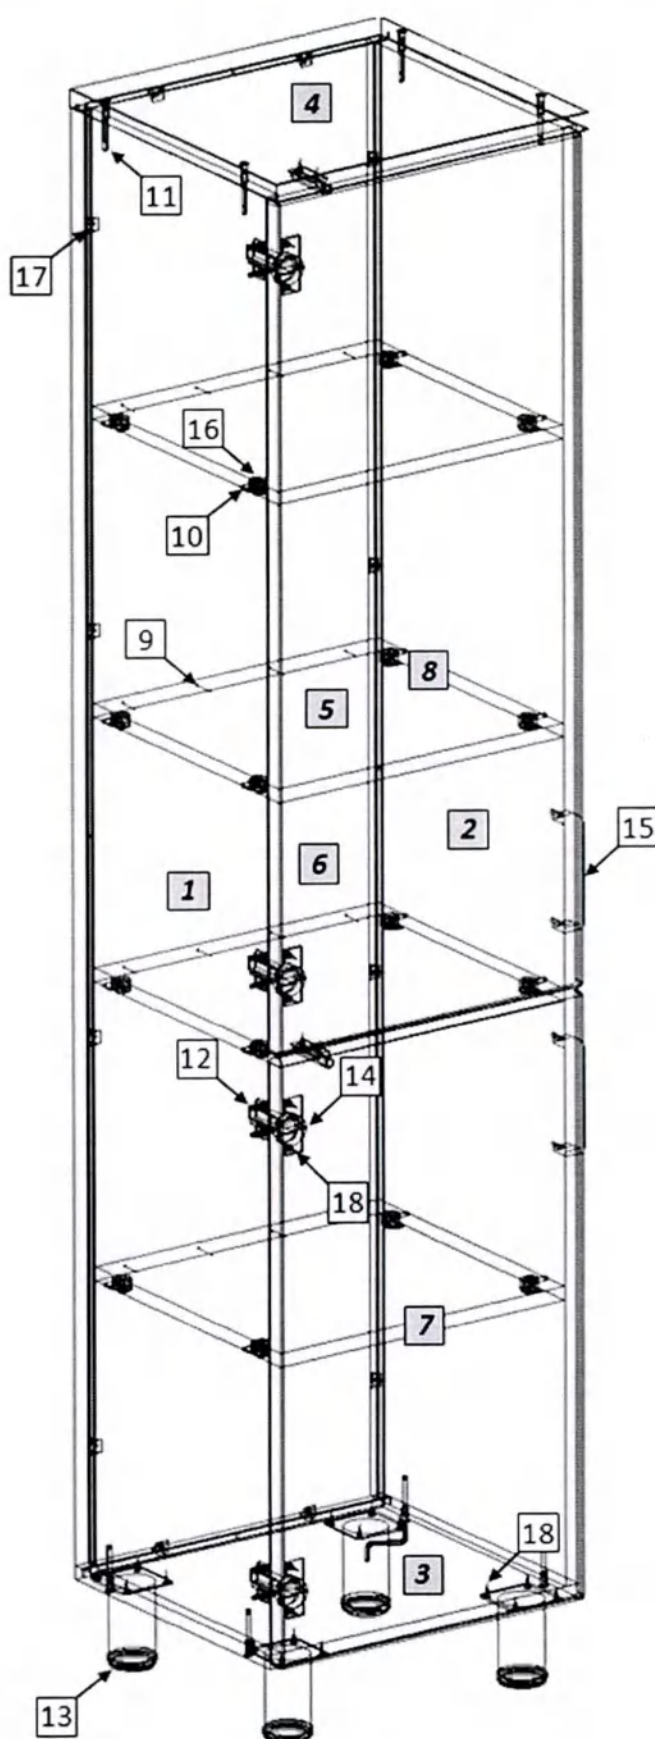

Рис. 1
1. Внимательно ознакомьтесь со схемой сборки, изображенной на рис. 1, сверяясь со спецификацией на изделие. Согласно схеме и спецификации определите расположение деталей в изделии и порядок их сборки. Сборка производится на ровном полу, укрытом материалом, предотвращающим повреждение покрытия пола и деталей мебели. Подготовьте необходимые для сборки инструменты – плоскую и крестовую отвёртки, молоток, рулетку или линейку, шуруповёрт.
2. На боковых стенках (1,2) установите ввинчиваемые дюбели эксцентриковых стяжек (18); установите монтажные планки петель (20) на боковые стенки (9,20). На горизонтальных стенках (5) установите эксцентриковые стяжки (24). Евровинтами (19) соедините боковые стенки (1,2) с горизонтальной нижней стенкой (3) и крышкой (4), боковые стенки антресоли (9,10) с горизонтальной нижней стенкой (11) и крышкой (12), предварительно установив в пазы задние стенки (6,13). Закрепите заднюю стенку в пазах уголками (25). Установите и закрепите горизонтальные стенки (5), гвоздями (17) зафиксируйте к ним заднюю стенку. На горизонтальной нижней стенке (3) шурупами (26) закрепите опоры (21).
3. На дверях (7,8,14) шурупами 4×16 (26) закрепите петли (22), установите ручки (23). Для правильной установки ручки на фасад из алюминиевого профиля, в отверстия в стекле должны быть установлены втулки (16), ручка крепится винтами (15) (усилие не должно быть чрезмерным, чтобы избежать повреждения стекла). Закрепите двери к боковой стенке шкафа. Отрегулируйте положение дверей винтами петель.